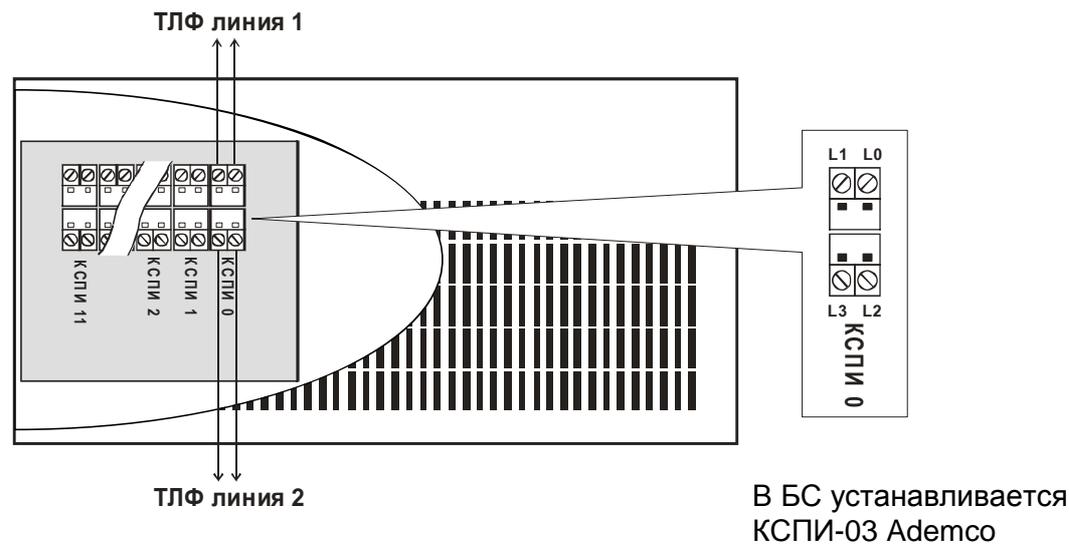

Рисунок 4.7 – Подключение телефонных линий для работы с охранными панелями ADEMCO, DSC, NAPCO к блоку сопряжения.
- рисунок 4.7 – Подключение телефонных линий для работы с охранными панелями